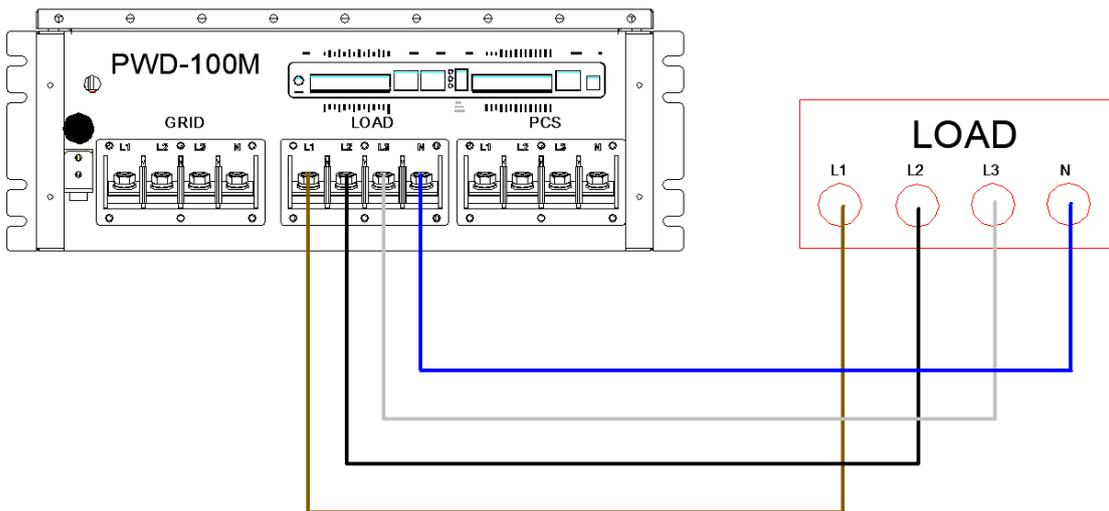

Abbildung 4-27 Verkabelung zwischen ATS und Last
3. Verbinden Sie die Phasen L1 / L2 / L3 / N der Last-Seite des ATS jeweils mit den Phasen L1 / L2 / L3 / N der Last (siehe Abbildung 4-27) und achten Sie dabei darauf, dass die Verdrahtung in der richtigen Phasenfolge erfolgt und fest angezogen ist;